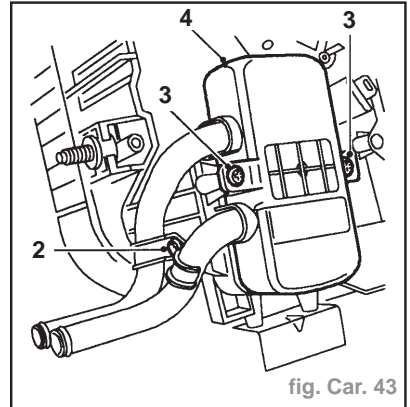

fig. Car. 43
- Enlever la vis maintenant le support du tuyau de chauffage sur le bloc de chauffage et récupérer le support (2) (fig. Car. 43).
- Enlever 2 vis maintenant le couvercle du faisceau tubulaire sur le bloc de chauffage (3).
- Sortir le faisceau tubulaire du bloc de chauffage (4).